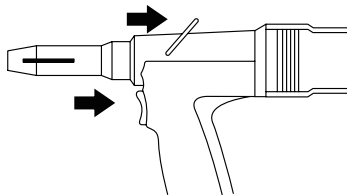

Fig. 02
3. Press the trigger (Fig. 02) to pull the rivet (wear eye protection).
3. Presione el gatillo (Fig. 02) para tirar del remache (lleve protección para los ojos).
3. Appuyez sur la gâchette (Fig. 02) pour tirer le rivet (portez une protection oculaire).